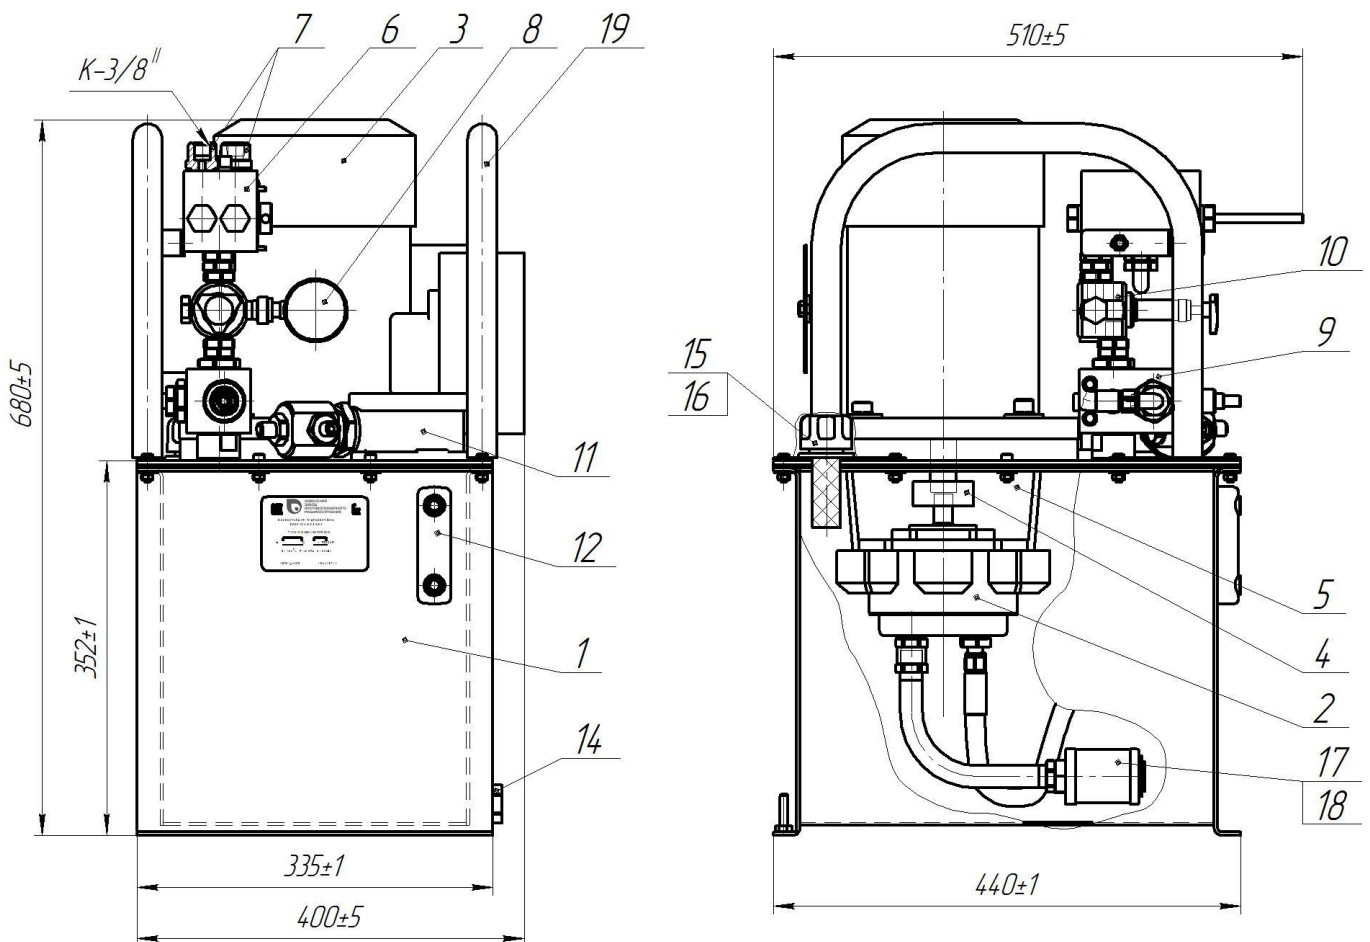

Рис. 1 Маслостанция гидравлическая
5.1 Маслостанция гидравлическая ВНЭР-40-1.6-2/3-25-1 (рис.1) представляет собой агрегат, который состоит из бака 1, гидронасоса 2, электродвигателя 3, соединяющей их валы муфты 4 и стакана 5, в который устанавливается электродвигатель и крепится насос. Всасывание рабочей жидкости в насос происходит через фильтр 17, с тонкостью фильтрации 90 мкм, установленный в баке и обратный клапан 18, расположенный внутри фильтра. На крышке гидробака расположен блок управления, в составе которого установлен гидрораспределитель 6 с ручным управлением, манометр 8, предохранительный клапан 9, регулировочно-предохранительный клапан 10, фильтр сливной 11, а так же заливная горловина 15 с пробкой-сапуном и сетчатым фильтром 16 грубой очистки. На корпусе гидрораспределителя 6 расположены два штуцера поз. 7, для присоединения внешних линий. На лицевой стороне гидробака расположен визуальный указатель уровня 12 с термометром, показывающий уровень и температуру рабочей жидкости, на боковой стороне пробка для слива масла 14. Для переноски маслостанции на баке 1 установлены ручки 19.